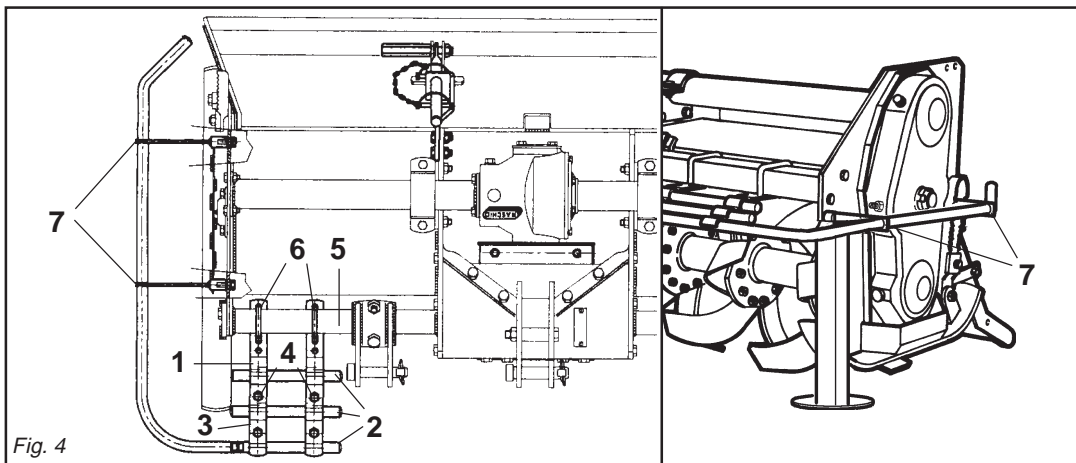

Fig. 4
- Il gruppo delle protezioni, composto dall'attacco (1 Fig. 4) che fa da fermo per i tubi (2 Fig. 4) bloccati dalla staffa (3 Fig. 4) e dalle viti (4 Fig. 4), è fissato al tubo quadro anteriore (5 Fig. 4) mediante i cavallotti (6 Fig. 4), e va posizionato uno a destra e uno a sinistra il più esternamente possibili.
- Lateralmente, su entrambe le fiancate, vanno fissate tramite le viti delle protezioni sagomate (7 Fig. 4).
- The protection unit, consisting of the coupling (1 Fig. 4) that acts as a clamp for the pipes (2 Fig. 4) locked by the bracket (3 Fig. 4) and by the screws (4 Fig. 4), is fixed to the square front pipe (5 Fig. 4) by the U-bolts (6 Fig. 4) and should be positioned as far outwards as possible, one on the right and the other on the left.
- The shaped protections should be fixed laterally with screws to both the sides (7 Fig. 4).
- Die Gruppe der Schutzvorrichtungen, die sich aus dem Anschluß (1 Abb. 4), der zur Arretierung für die Rohre (2 Abb. 4) dient, die durch den Bügel (3 Abb. 4) blockiert werden, und den Schrauben (4 Abb. 4) zusammensetzt, wird am vorderen Vierkantrrohr (5 Abb. 4) mit den U-Bolzen (6 Abb. 4) befestigt. Eine davon ist rechts und eine links, so weit wie möglich außen anzubringen.
- Seitlich auf den beiden Seitenteilen sind die geformten Schutzteile (7 Abb. 4) mit Schrauben zu befestigen.
- Le groupe des protections, comprenant l'attelage (1 Fig. 4) qui sert de butée pour les tubes (2 Fig. 4) bloqués par la bride (3 Fig. 4) et par les vis (4 Fig. 4), est fixé au tube carré avant (5 Fig. 4) par des crampons (6 Fig. 4). Positionner une protection à droite et une à gauche, le plus possible à l'extérieur.
- Les protections galbées doivent être fixées latéralement, des deux côtés avec les vis des protections (7 Fig. 4).
- El grupo de las protecciones, compuesto por la conexión (1 Fig. 4) que funciona como bloqueo de los tubos (2 Fig. 4) bloqueados a su vez por el soporte (3 Fig. 4) y por los tornillos (4 Fig. 4), está fijado en el tubo cuadrado anterior (5 Fig. 4) mediante los pernos de U (6 Fig. 4) y debe ser emplazado uno a la derecha y uno a la izquierda lo más externamente posible.
- Lateralmente, sobre ambos lados, debemos fijar mediante los tornillos las protecciones molduradas (7 Fig. 4).